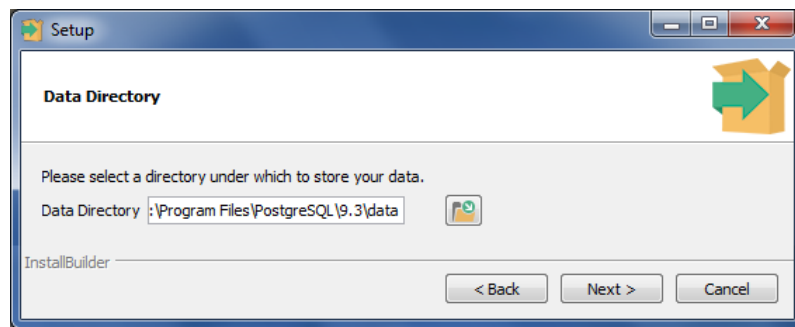

Рис. 5.6. Выбор папки для сохранения Ваших данных
5. Выберите папку для сохранения данных и нажмите кнопку Next (Рис. 5.6).